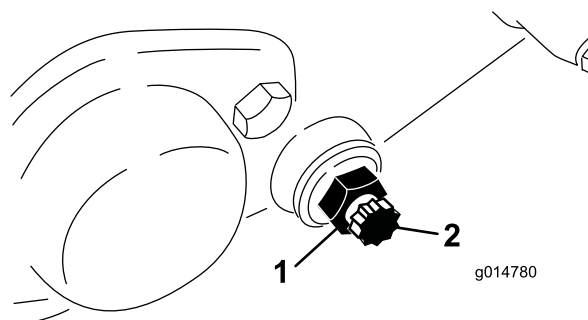

Figura 57
3. Allentate, da ciascun lato della macchina, il controdado che fissa il bullone della barra di appoggio (Figura 57).
4. Togliete i bulloni della barra di appoggio perché quest'ultima possa essere tirata in giù e tolta dalla macchina. Conservate le due rondelle di nylon e le due rondelle in acciaio stampato da ciascun lato della barra di appoggio (Figura 57).